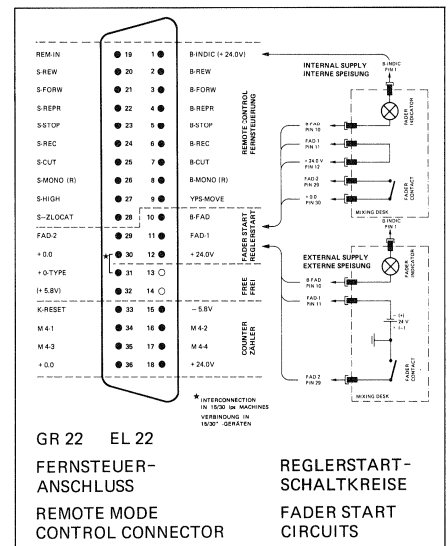

Fig. 2.8
**2.3 FERNSTEUERUNG LAUFWERK** Fig. 2.8 bis 2.10
**2.3 REMOTE CONTROL FOR TAPE DECK** (fig. 2.8 to 2.10)